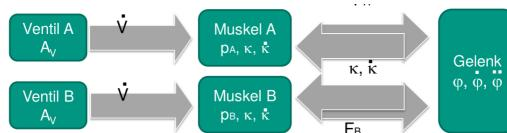

Abbildung 25
**Modellbildung – Festlegung der Zustandsgrößen** (vgl. Abbildung 25):